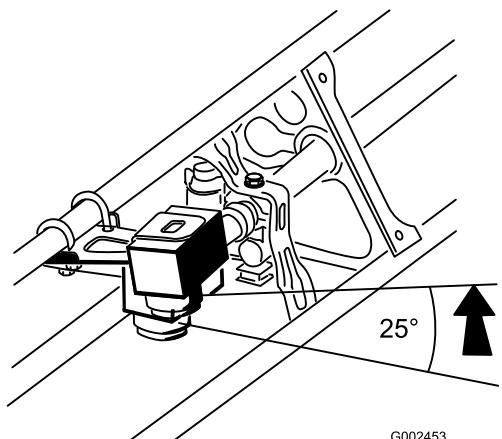

Figura 3
4. Gire el sensor y el tubo de protección hacia arriba hasta que estén a 25 grados aproximadamente por encima del horizontal, luego apriete todas las contratuerca de las abrazaderas para sujetar el sensor y el tubo de protección (Figura 3). El tubo de protección debe quedar por encima del sensor al terminar el ajuste.